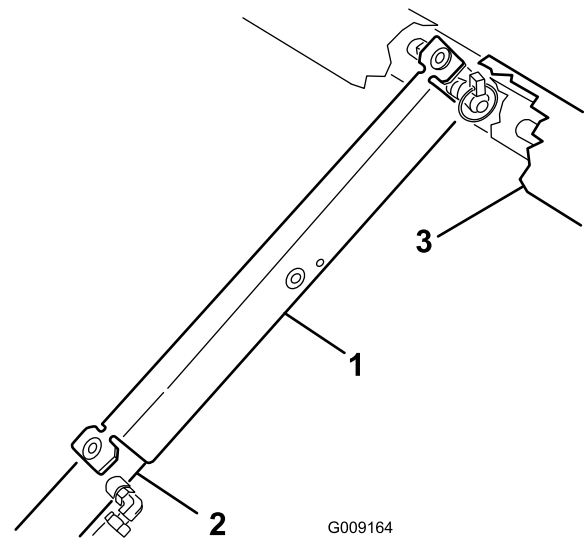

Bild 12
- 9. Schieben Sie die Ladepritschenstütze auf die Zylinderstange. Achten Sie darauf, dass die Stützenendnasen auf dem Ende der Zylindertrommel und auf dem Ende der Zylinderstange aufliegen (Bild 12).